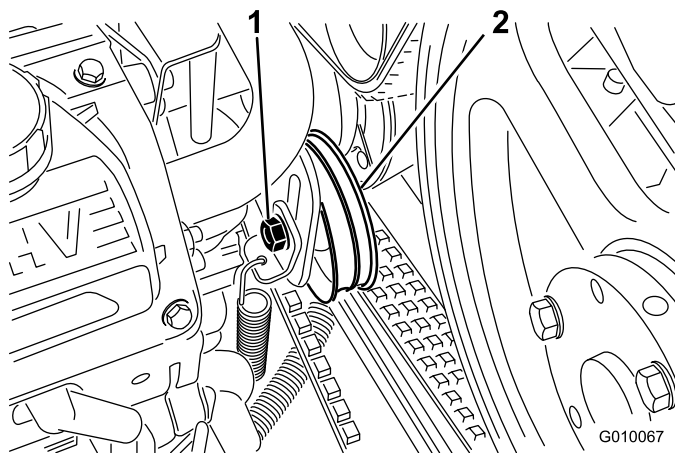

Figura 58
3. Afloje el perno de la polea tensora de la bomba sólo lo suficiente para permitir que se desplace dentro de su ranura de ajuste (Figura 58).